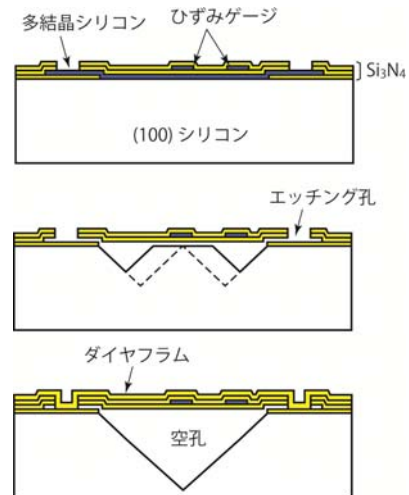

図 1 犠牲層エッチングと異方性エッチングを組み合わせた表面型圧力センサの作製プロセス
**杉山**：そう、1 個のトランジスタと同じ大きさで作りたい、数十  $\mu\text{m}$  以下にしたいということで、これならやれるんじゃないかと思って、ダイヤフラムを取り敢えずは窒化膜で作って、ひずみゲージをポリシリコンで作ろうと p 型拡散して作った。けど真ん中に穴が開いてると圧力が漏れちゃうよね。そこで基板に最終的にエッチングでピラミッドを作る側に穴を開けて、一番下にポリシリコンを引くわけ。四角で作るから端っこ四ヶ所に窒化膜の窓を開けた。開けた窓からアルカリエッチング液が入ると、ポリシリコンを等方性エッチしていくわけ。ポリシリコンが導火線みたいになって、そのうちにシリコン基板が出てそこが今度は異方性エッチされる。（図 1 参照）